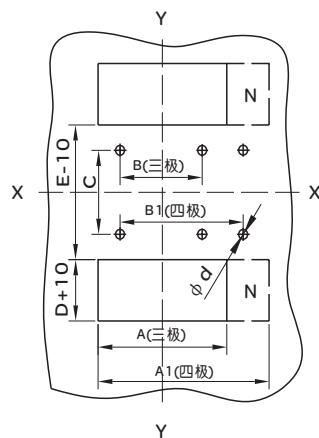

图10 插入式板后接线安装板开孔尺寸
(4) 插入式板后接线安装板开孔尺寸见图10 (X-X、Y-Y为三极断路器中心)